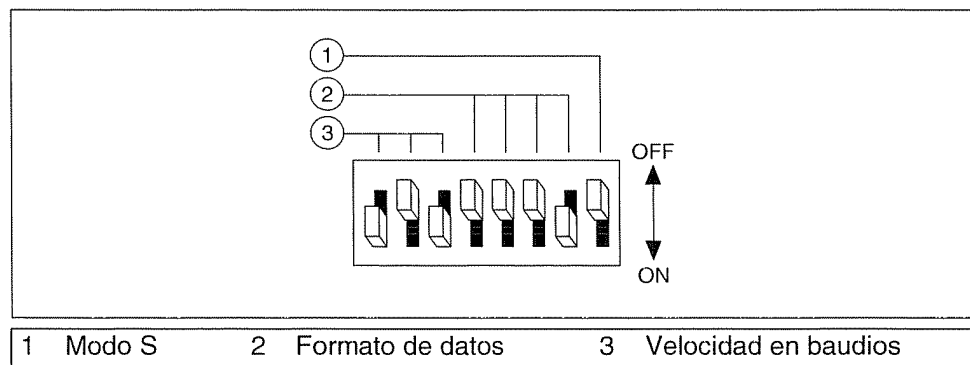

Figura 9-11. Ajustes de configuración serie para el simulador de instrumentos A de NI
- Configure el conjunto izquierdo de interruptores del lado del cuadro para que coincidan con los de la figura 9-11.